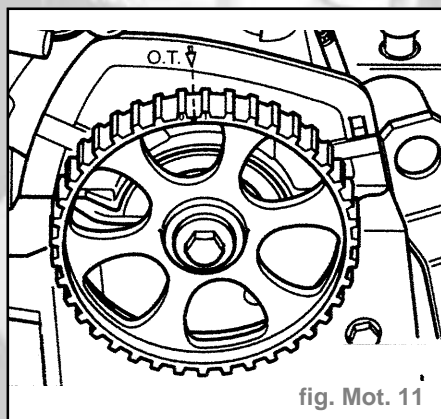

fig. Mot. 11
protection de courroie crantée (fig. Mot. 11).
- Faire coïncider le repère sur le pignon d'arbre à cames avec le repère sur la protection de courroie crantée (fig. Mot. 11).